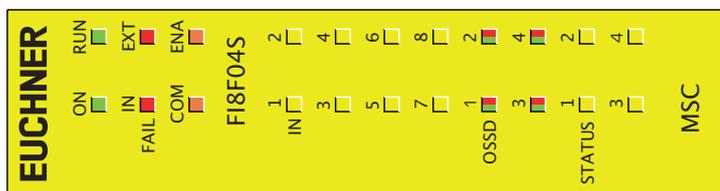

Figura 16:
8.3.4. Modulo FI8FO4S (Figura 16)